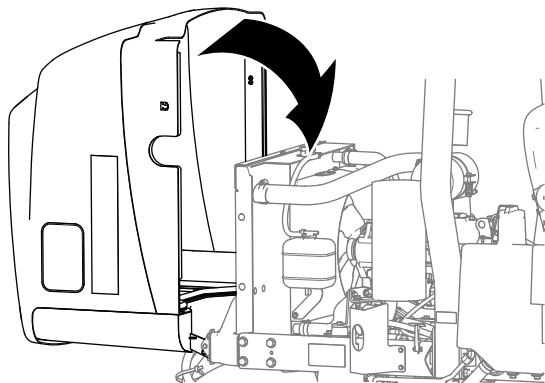

Figura 25
1. Ruotate il cofano in avanti e abbassatelo con cautela sulla macchina (Figura 25).